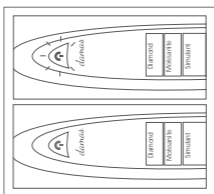

рис. 3
3. Нажмите кнопку питания, чтобы включить прибор. Когда индикатор «Ready» (Готово) перестанет мигать, прибор будет готов к переходу в режим калибровки, как показано на рис. 3. На это может уйти до 15 секунд. Если через 15 секунд индикатор «Ready» (Готово) продолжает мигать, возможно, кончик детектора расположен неправильно. Повторите процедуру с шагов 1 и 2.